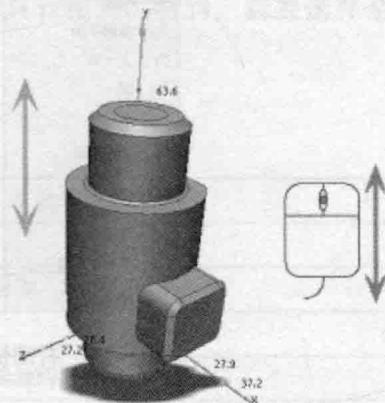

图 2-12 平移模型
- 3) 若要平移（移动），可按住鼠标中键并移动鼠标，如图2-12所示。